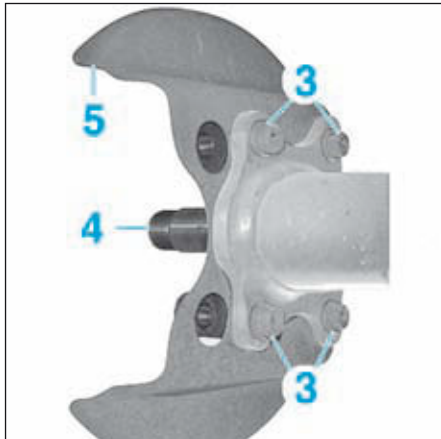

FIG.60
- Déposer (Fig.60) :
- les vis (3),
- la fusée (4),
- la tôle de protection (5).